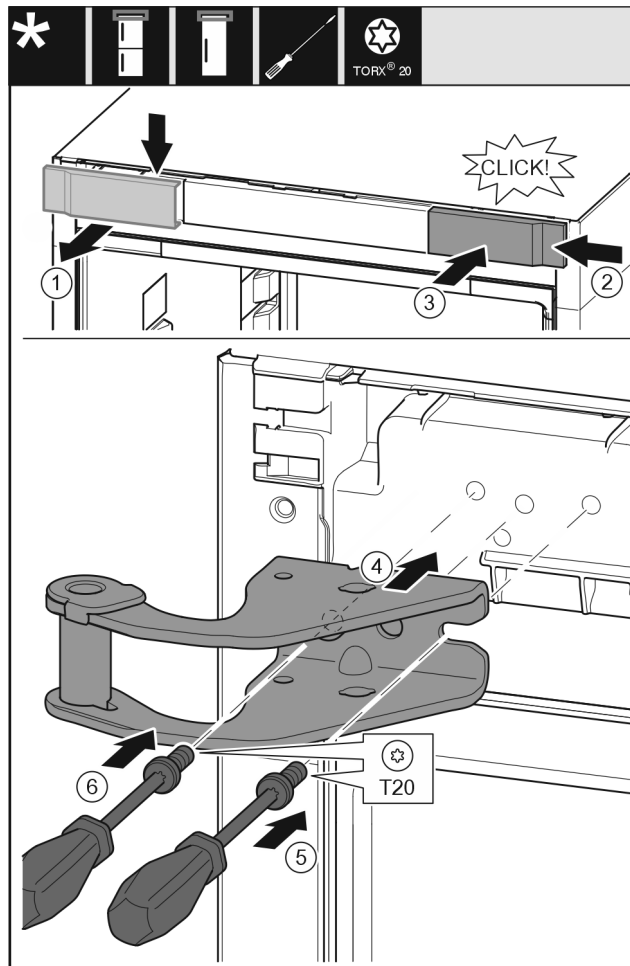

Fig. 12
- Rimuovere la copertura dall'alto in avanti. Fig. 12 (1)
- Ruotare la copertura di 180° e agganciarla sull'altro lato da destra. Fig. 12 (2)
- Innestare la copertura. Fig. 12 (3)
- Applicare il blocco di supporto superiore. Fig. 12 (4)
- Applicare la vite con il cacciavite T20 e serrare. Fig. 12 (5)
- Applicare la vite con il cacciavite T20 e serrare. Fig. 12 (6)